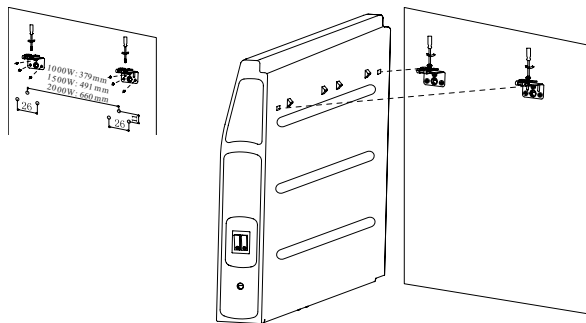

Рис. 3
5. Просверлите отверстия необходимого диаметра по меткам крепления, вставьте дюбели\*, приложите кронштейны и закрутите установочные винты\*, закрепив тем самым кронштейн на стене (см рис. 3).
6. Ослабьте крепежные винты в верхней части кронштейнов и установите конвектор на кронштейн, соединив 2 щелевых отверстия на задней части конвектора с 2 выступами на кронштейнах (рис. 3).